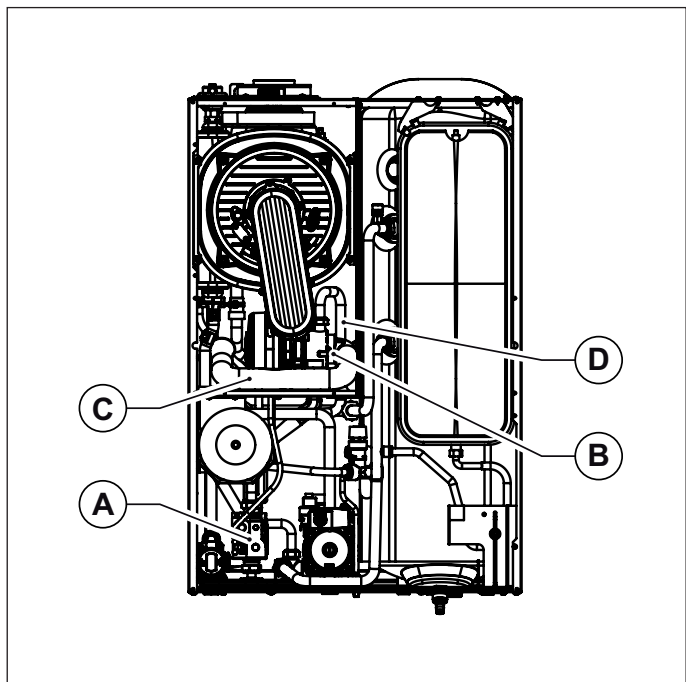

Fig. 26 Tobă de aspirație
- Înlăturați toba de aspirație având grijă să deșurubați mai întâi șuruburile care fixează amestecătorul (vezi Fig. 26 Tobă de aspirație).
- Deconectați conducta de gaz de la amestecător (vezi Fig. 26 Tobă de aspirație).